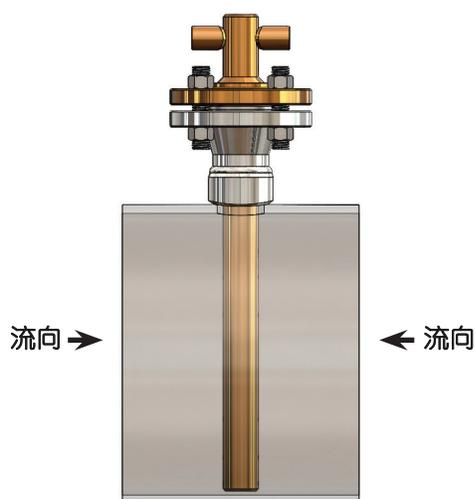

图 5. 流体方向
- 安装探头时应在法兰之间装入垫片，并确保探头上的 "Flow" 箭头与流向一致（图 5）。应加紧螺母直至垫片完全压紧（垫片厚度应约为 3mm [1/8"]）。